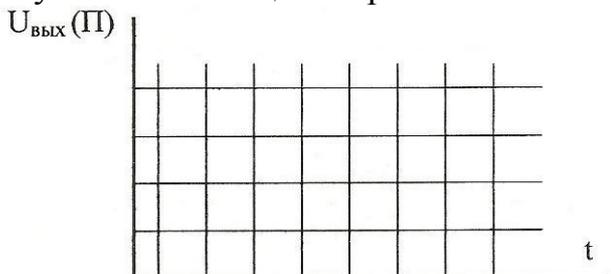

Рисунок 2.7.5. Осциллограмма сигнала с выхода переходной цепи
8. Поставить переключатель схем на щитке в режим «П» (переходная цепь) и подключить третий кабель на выход переходной цепи. Заполнить в таблице 2.7.1 строку «переходная», используя изображение на экране осциллографа и масштаб делений. Зарисовать изображение, используя как основу рисунок 2.7.5.